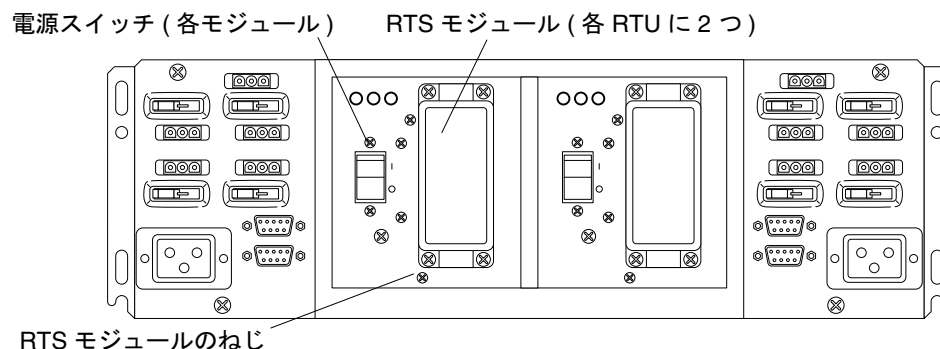

図 7-2 RTU アセンブリ内の RTS モジュール
2. 交換する RTS モジュールの電源を切ります (図 7-2)。
5. RTU をキャビネットに固定している 4 つのねじを取り外します (図 7-2)。